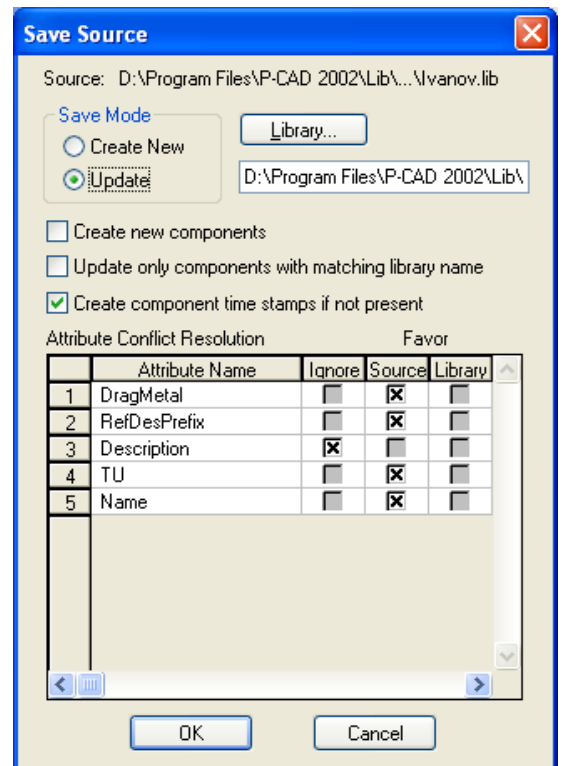

Рис. 3.13 - Обновление существующей библиотеки
- 2) На панели **Save Source** (*рис. 3.13*) в рамке **Save Mode** установить флажок **Update**, (обновить).